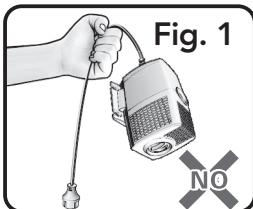

Fig. 1
- No levante, baje ni maneje la bomba tirando del cable de alimentación eléctrica. Asegúrese de que el cable eléctrico no quede excesivamente doblado o retorcido, y que no se frote contra una estructura de un modo que pudiese dañarlo (Fig. 1).